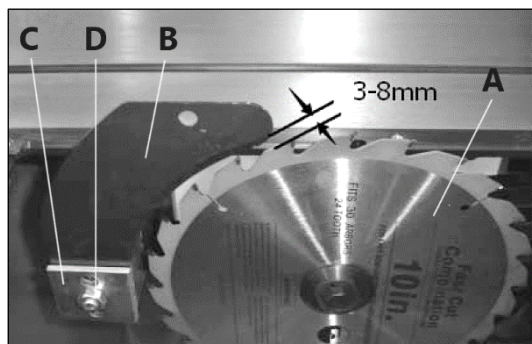

Рисунок 26.
Центральный болт **Д** находится в горизонтальном пазу, поэтому расклинивающий нож можно передвигать ближе или дальше от пильного диска (рис. 26, 30, 31).
- Расположите расклинивающий нож на расстоянии примерно 3-8 мм (рис. 26) от ближайшего зуба пильного диска.